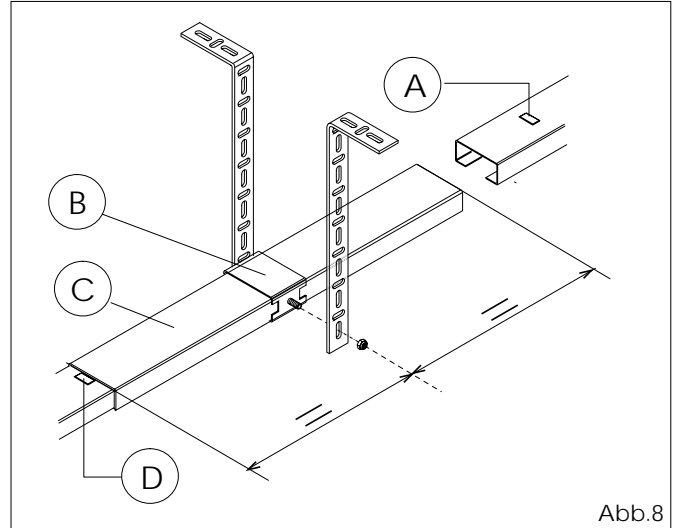
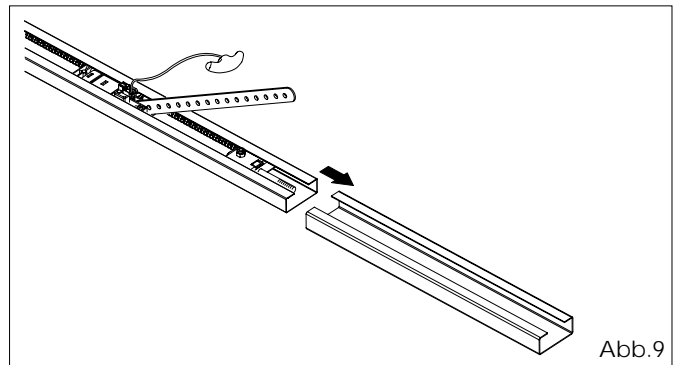
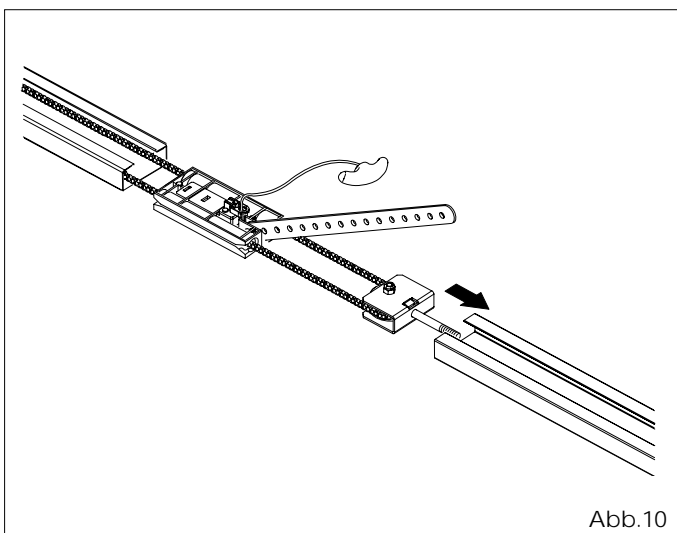

Abb.8
Abb.9
Abb.10
5.2 Die Führung (Abb.8,Bez.B) zentral ausgerichtet auf dem Schlitten (Abb.8,Bez.C) einsetzen. Die Bügel entspr. formen und mit einer Schraubenmutter auf der Führung befestigen (Abb.8).
5.3 Den Längsträger mit der Kette in den Zentralschlitten (Abb.9) bis zum Metallanschlag (Abb.8 Bez.D) einschieben.
5.4 In die vorher zusammengebaute Gruppe einen neuen Längsträger (Abb.10) einfügen, wobei zu prüfen ist, dass der Metallanschlag von Abb.8 Bez.A mit dem Zentralschlitten in Berührung kommt.